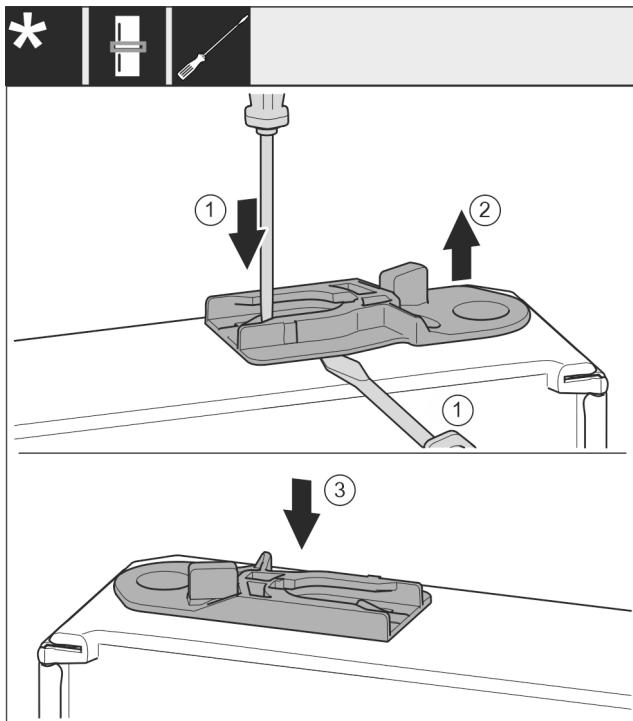

Fig. 38
- ▶ 拉出导向轴套：用带槽螺丝刀按住接片的同时将带槽螺丝刀移动到导向轴套下方。 Fig. 38 (1, 2)
- ▶ 将供货时附带的导向轴套插入外壳的另一侧。 Fig. 38 (3)